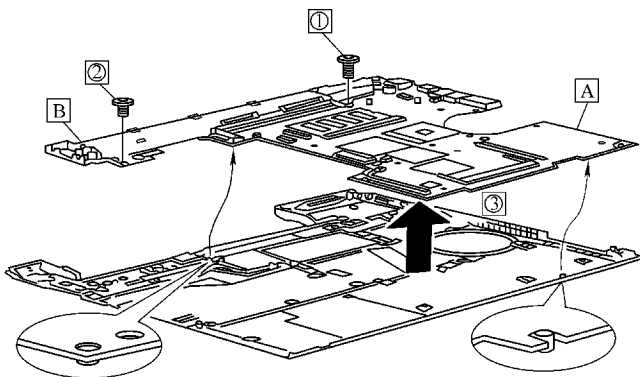

图 6-31 将主板与底板分离
(1) 如图 6-31 所示，先拧下螺钉“①”、“②”，再按照箭头“③”方向将主板与底板分离。